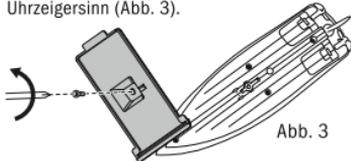

Abb. 3
3. Lösen Sie die Schraube an der Unterseite der Abdeckung. Drehen Sie die Schraube gegen den Uhrzeigersinn (Abb. 3).
3. Remove the screw on the cover as illustrated. Turn the screw anticlockwise (fig. 3).